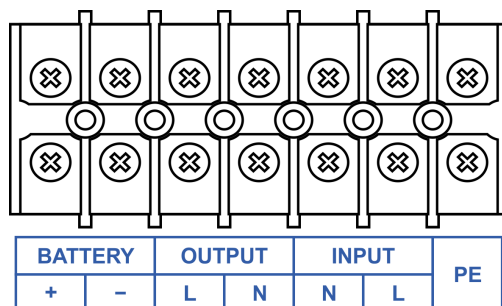

Figura 5.10: Diagrama de ligação do bloco de terminais
- Conecte os cabos de entrada, saída e bateria aos terminais conforme a Figura 5.10.